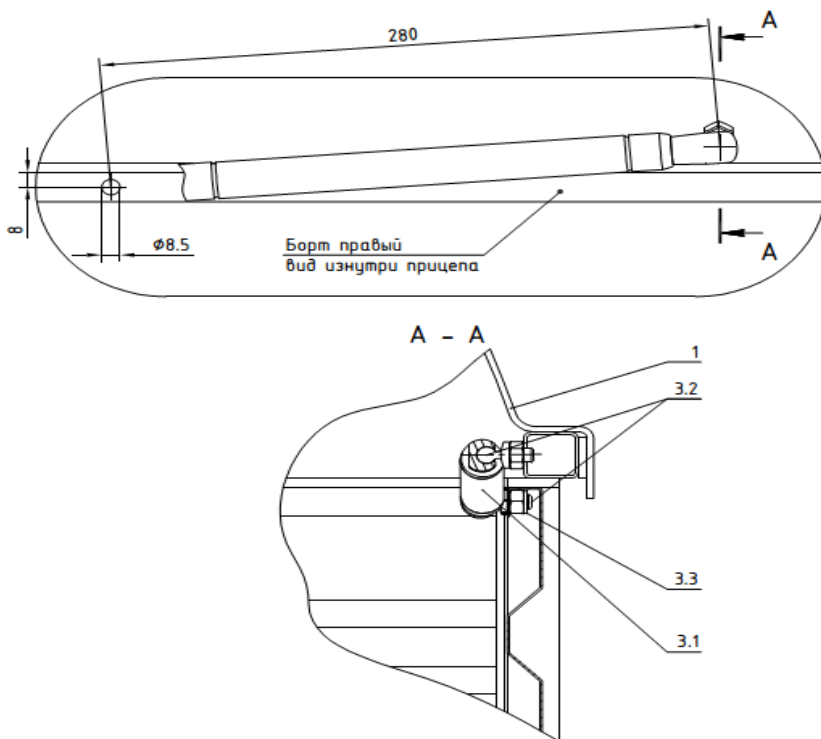

Рисунок 2.
9. Прикрутить верхние шаровые шарниры 3.2 (рис. 2 сечение А-А).
10. В закрытом состоянии крышки разметить отверстие Б в левом и правом борту прицепа на расстоянии 280мм от оси вращения шарнира и 8мм от верхнего края борта, как показано на рис. 2.